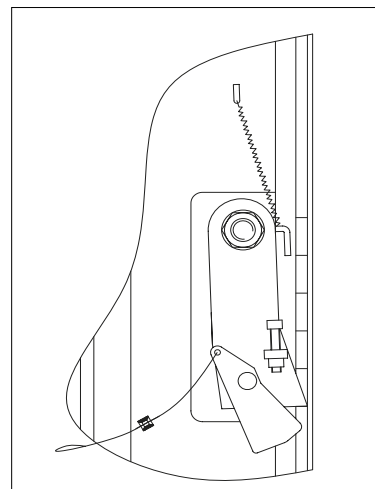

рис. 16
- ◆ В случае поломки гидроцилиндра срабатывают предохранительные стопоры (рис. 16) в стойках. Они перемещаются под действием пружины и немедленно останавливают каретки, предотвращая их опускание.